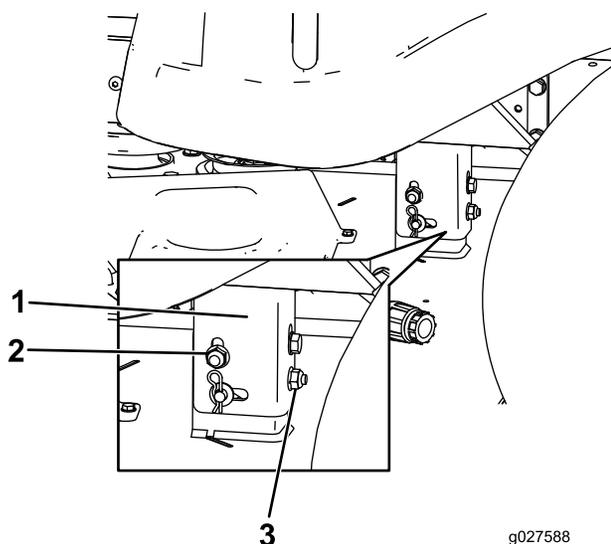

Figura 59
8. Eleve ou desça o lado esquerdo da plataforma do cortador rodando a porca traseira (Figura 59).
contrário ao dos ponteiros do relógio para descer a plataforma do cortador. (Figura 59).